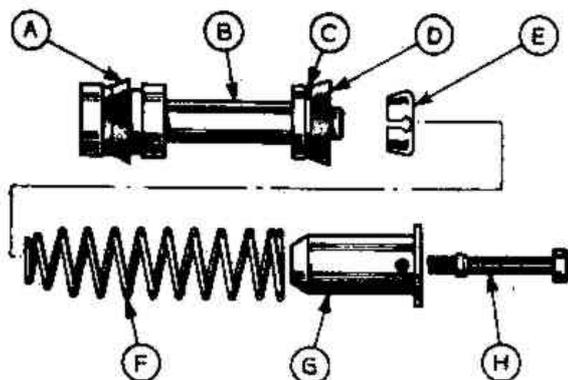

Рис.9.27. Первичный поршень в сборе (Разд.15)
4. Чтобы разобрать первичный поршень, выверните винт со втулкой. Снимите пружину, стопор, манжету и шайбу (Рис.9.27). Осторожно, чтобы не поцарапать поршень, снимите при помощи какого-либо рычага вторую манжету.
5. Чтобы разобрать вторичный поршень, снимите пружину, стопор, манжету и шайбу (Рис.9.27). Осторожно, чтобы не поцарапать поршень, снимите вторую манжету.